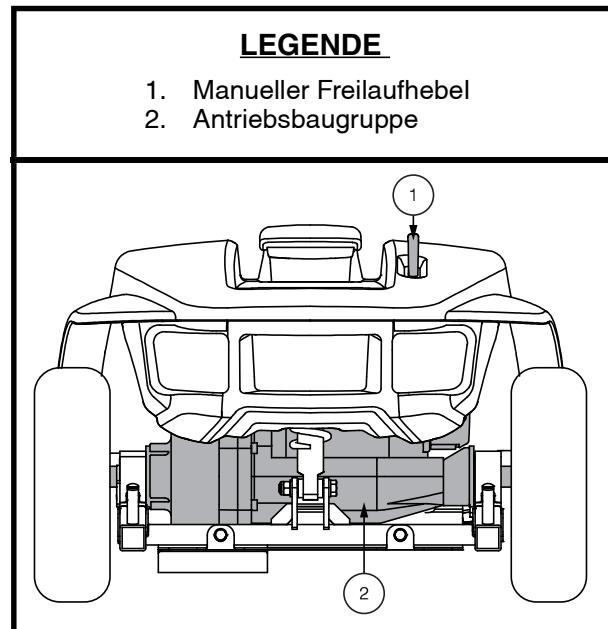

Abb. 3. Heckteil
1. Sie suchen die Hebel an der Hinteren Seite des Fahrgestells. Siehe Abb. 3.